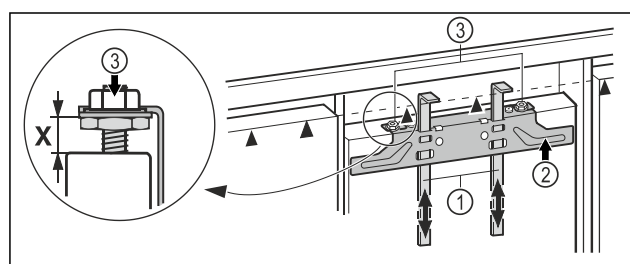

Fig. 37
- Montážní pomůcky Fig. 37 (1) vysuňte nahoru do výšky nábytkových dvířek. Spodní dorazová hrana ▲ montážní pomůcky = horní hrana montovaných nábytkových dvířek.
- Upevňovací příčník Fig. 37 (2) vyšroubujte přes pojistné matice Fig. 37 (3).